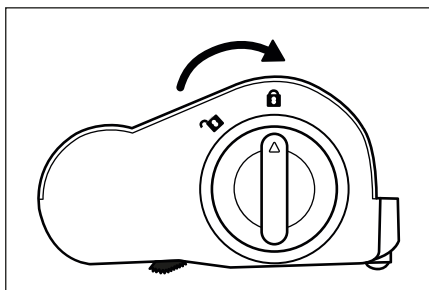

Bild 29
- 5) Sätt in rullborsten 20 i golvborsten 21 igen och vrid upplåsningen till rullborsten 19 mot symbolen  (stäng) (se bild 29).